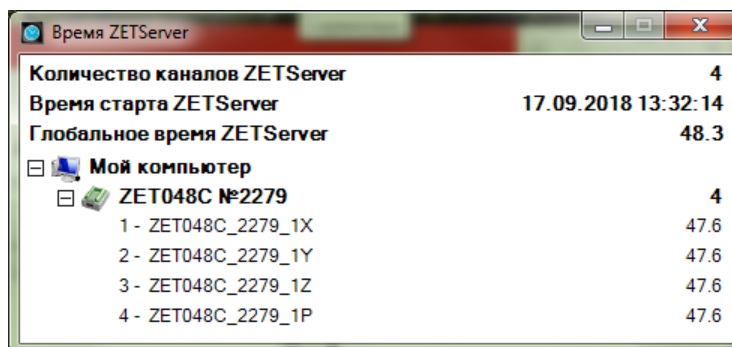

Рис. 2.2 Программа «Время ZETServer»
6. Убедиться, что в окне программы «Время ZETServer» (Рис. 2.2) появилась информация о подключении регистратора (определились измерительные каналы и началось непрерывное и синхронное изменение времени на каналах).